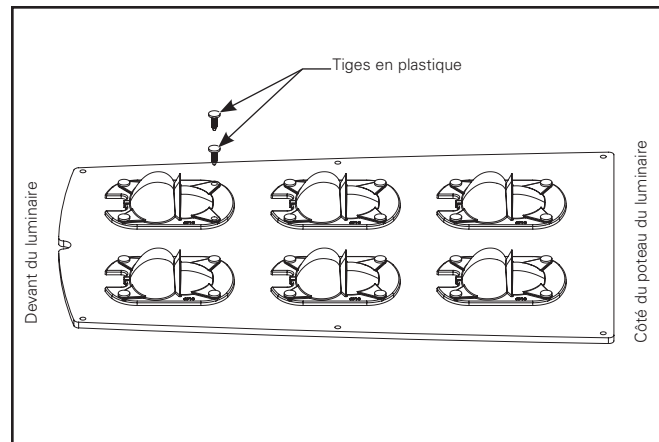

Figure 9.
1. Retirez soigneusement les goupilles-poussoirs en plastique des optiques comme montré à la Figure 9.